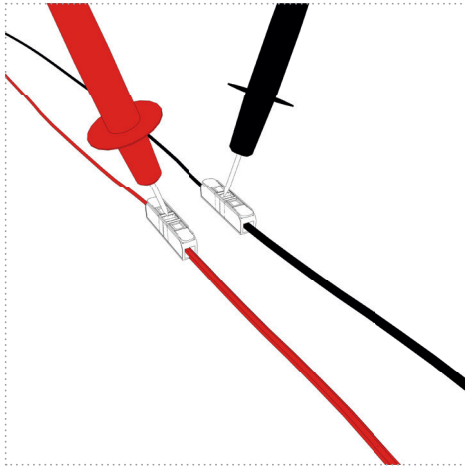

Abbildung: 20
4. Stecken/drehen Sie die Sicherung des Stromkreises der UV-Einheit wieder ein und überprüfen sie auf die korrekte Netzspannung an den Prüfföffnungen der Verbindungsklemmen (*Abbildung 20*).